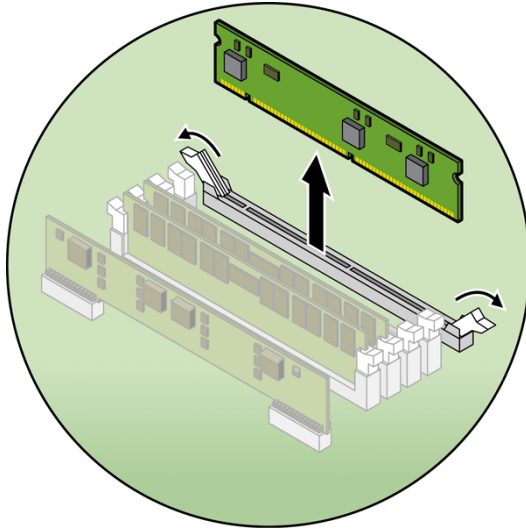

図 4-26 メモリー VRM の取り外し
7. ソケットの両端の取り外しレバーを押し下げ、メモリー VRM を取り外します (図 4-26 を参照)。